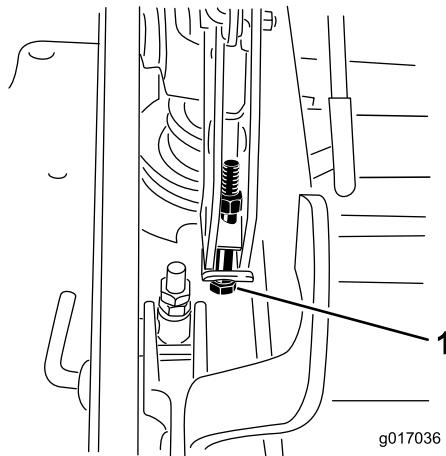

Figura 73
13. Si la carcasa está demasiado baja, apriete el perno del ajuste de un solo punto girándolo en el sentido de las agujas del reloj. Si la carcasa está demasiado alta, afloje el perno del ajuste de un solo punto girándolo en el sentido contrario a las agujas del reloj (Figura 73).